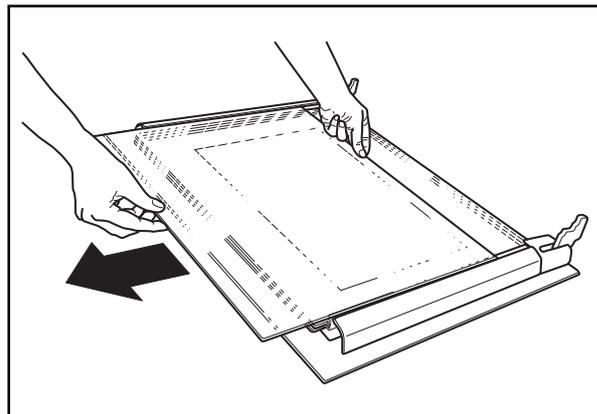

Fig. 13
8. Tenez fermement le panneau de verre interne par ses côtés gauche et droit et extrayez-les délicatement un après l'autre. (Fig. 13).